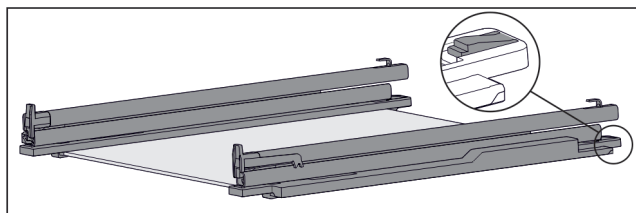

Fig. 105 Стекла́нная пластина с направляющими и крепежными элементами
- ▶ Крепежный элемент сзади прижмите вниз (см. Fig. 105) и одновременно отодвиньте направляющую назад.